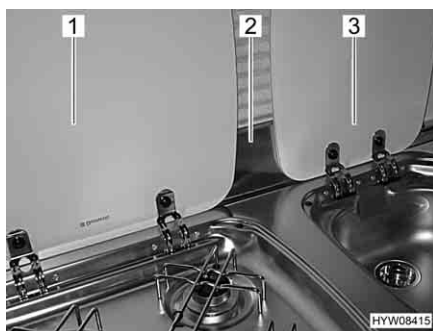

Fig. 167 Lastra proteggifiamma e coperture
Prima della cottura, agganciare la lastra proteggifiamma (Fig. 167,2) al telaio della finestra. La lastra proteggifiamma copre così l'area tra le coperture del lavandino (Fig. 167,3) e il fornello a gas (Fig. 167,1).
- Agganciare la lastra proteggifiamma (Fig. 167,2).
- Aprire la copertura del fornello a gas (Fig. 167,1).